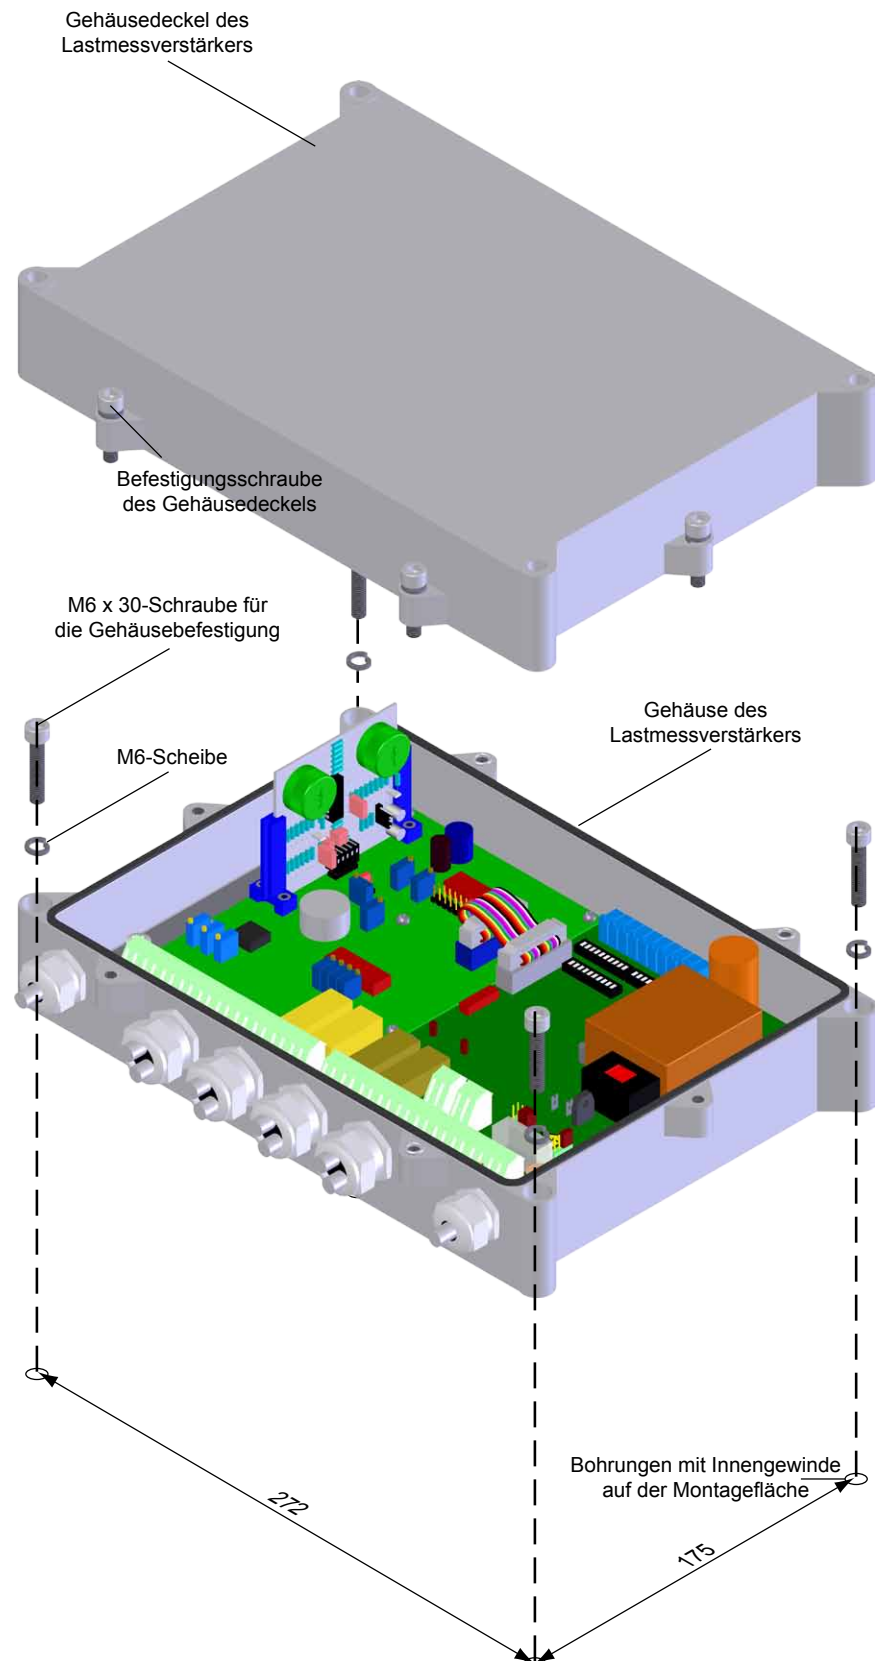

Bild 2-1 Montage des LMU 216-Lastmessverstärkers
4. Gehäusedeckel des Lastmessverstärkers durch Lösen der Befestigungsschrauben entfernen. Der LMU 216 besitzt deren sechs (siehe *Bild 2-1*).